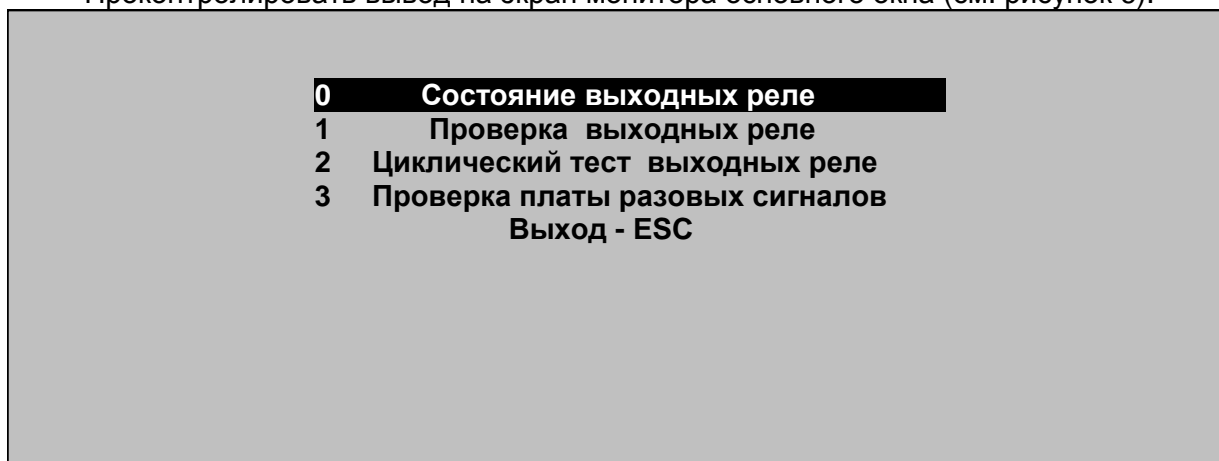

Рисунок 6 – Основное окно программы PR\_BRC.EXE
Проконтролировать вывод на экран монитора основного окна (см. рисунок 6).
Нажать два раза клавишу **Esc** и проконтролировать вывод на экран монитора основного окна программы (см. рисунок 6).
4.3.6 Нажимая клавишу **Esc**, выйти в основное окно программы (см. рисунок 6).